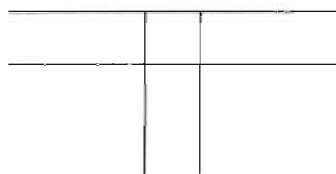

图 5-60
指定下一点或 [放弃 (U)]: 指定下一点或 [放弃 (U)]: ✓ // 结束命令, 结果如图 5-60 所示